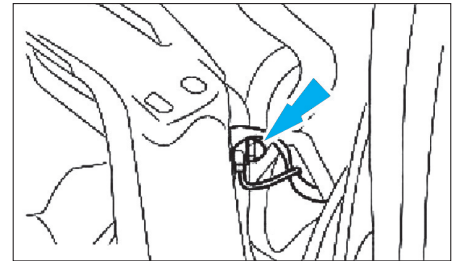

Fig. 42
- Déposer l'écrou de fixation droit de connexion de masse de la barre de renfort (Fig.42).